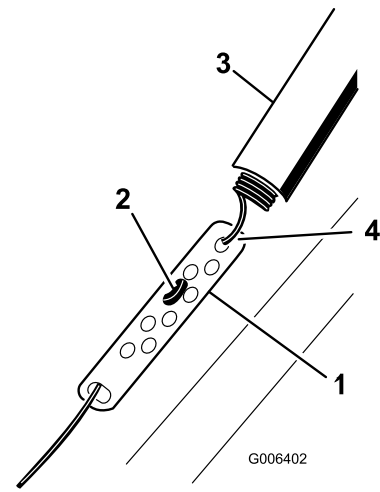

Bild 26
1. Schieben Sie die Federabdeckung nach oben und haken Sie die Feder aus dem Einstellglied aus (Bild 26).